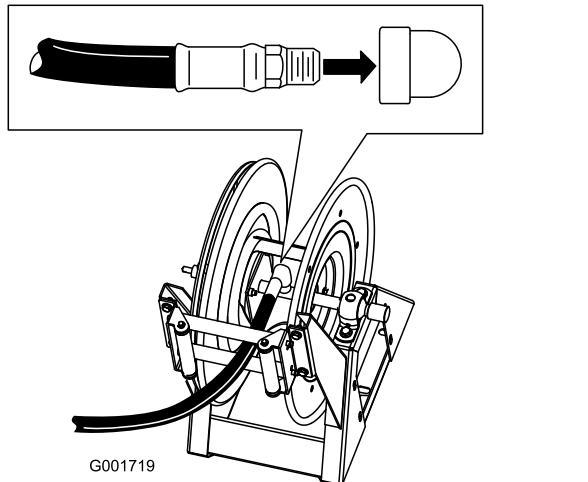

Figure 51
- Appliquez du produit d'étanchéité au PTFE sur le filetage du raccord du long flexible et insérez le raccord dans le tube de raccordement sur le dévidoir (Figure 51).